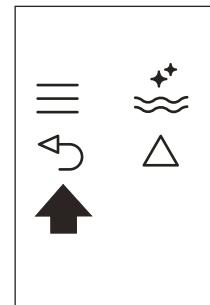

Fig. 25
- Apăsați de două ori pictograma (B6) (Fig. 25) pentru a ieși din meniu.